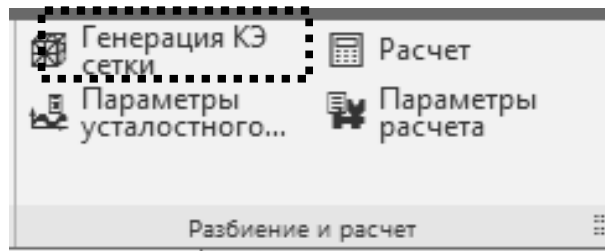

Рис. 16.6. Генерация сетки КЭ
3.1 Следующий этап работы – создание сетки конечных элементов (КЭ). На панели «**Расчет и построение**» выберите команду «**Генерация сетки КЭ**» (рис. 16.6).